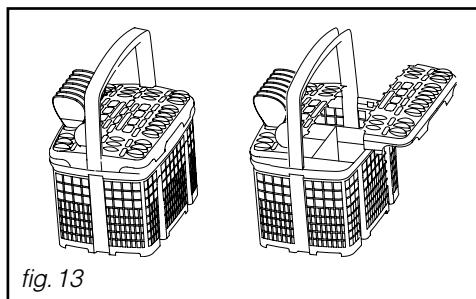

fig. 13
**Verwijderbare sorteerdeksels staan tot uw beschikking als u het bestek op geordende wijze wenst in te ruimen** (fig. 13)